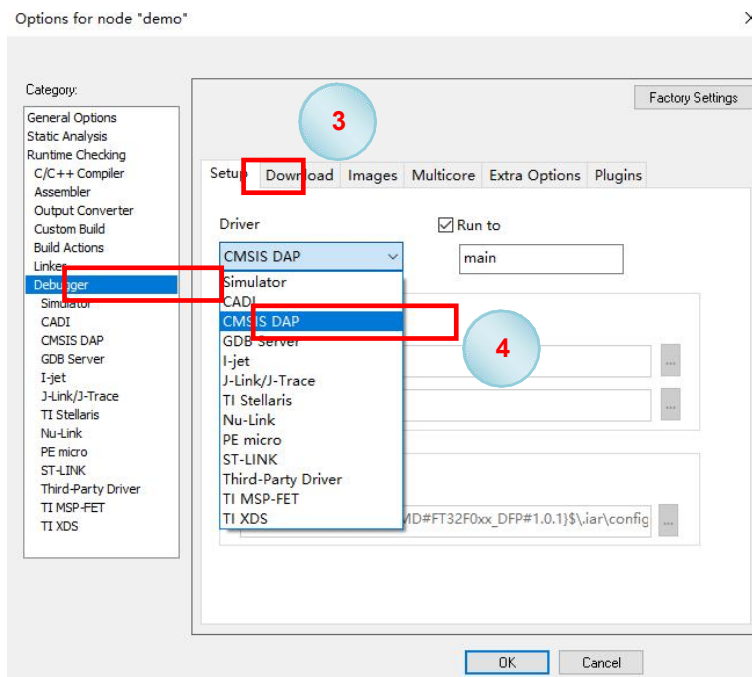

图 6-3 选择 FMD CMSIS-DAP
6、选择 Debugger 条目下的 Setup 标签栏，在 Driver 下拉框内，选择 CMSIS-DAP（图 6-3 中步骤 3、4）。